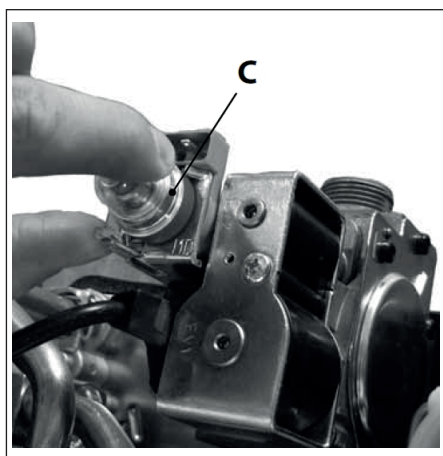

Fig. 24 Bobina modulazione valvola gas
- Rimuovere il coperchio in plastica **C** (vedi Fig. 24 Bobina modulazione valvola gas) posto alla sommità della bobina del modulatore, che protegge le viti di regolazione del regolatore di pressione.